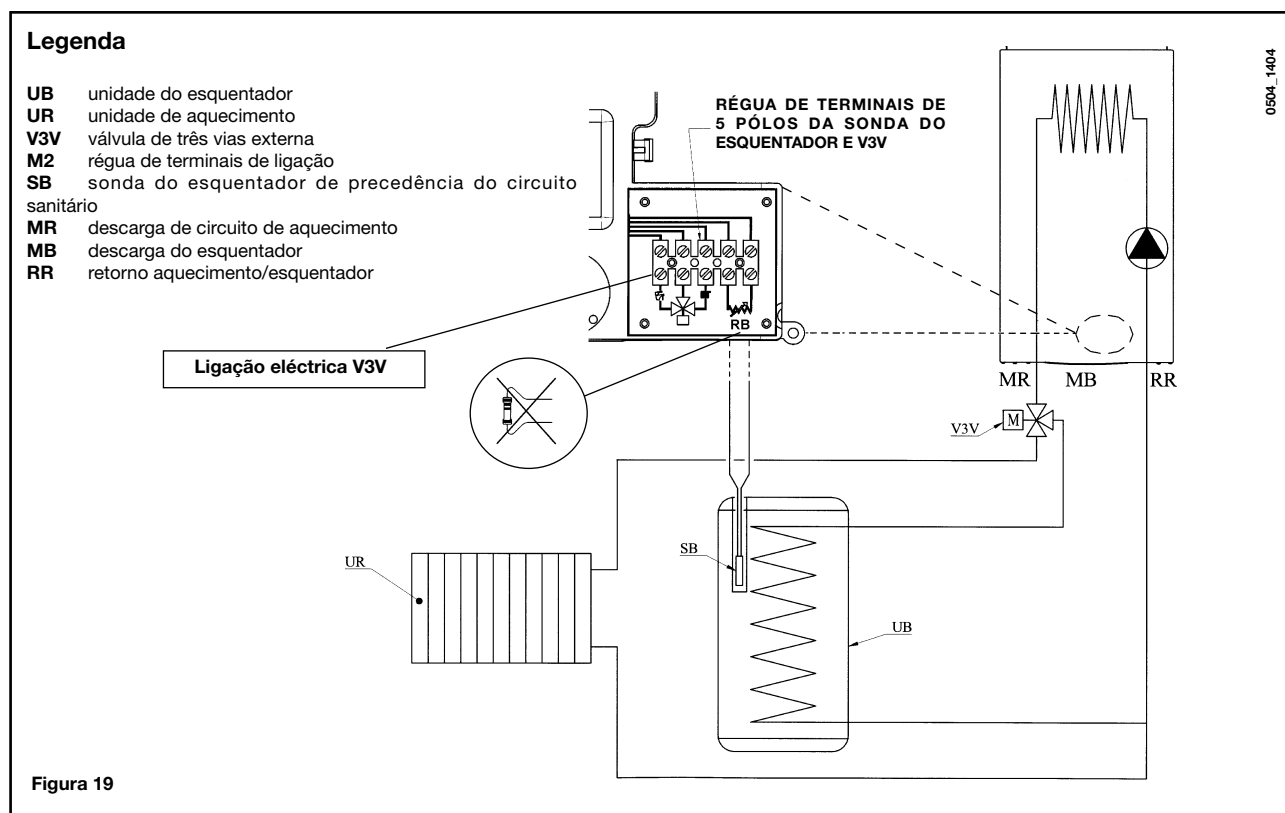

Figura 19
Este dispositivo (11 - figura 19 - 20), cujo sensor está colocado na descarga do aquecimento, interrompe o afluxo do gás ao queimador em caso de sobreaquecimento da água contida no circuito primário. Nestas condições, a caldeira entra em bloqueio e só depois de remover a causa da intervenção será possível repetir a activação rodando o selector da figura 2 para a posição (R), durante pelo menos 2 segundos.
A caldeira está preparada para a ligação de um esquentador externo. Faça a ligação hidráulica do esquentador como mostra a figura 19.